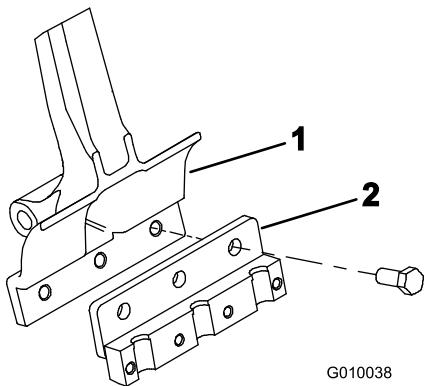

図 22
2. 各タイン・アームにタイン・ホルダーを取り付ける(図 22)；ボルト(1/2 x 1-1/4 in) 3本を使用。ボルトを101.6N·m(10.4kg. m)にトルク締めする。